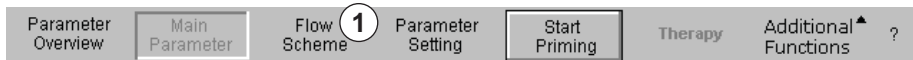

Рис. 3-23 Пункт *Flow Scheme* (Схема потока) в строке меню
1. Использовать вращающуюся кнопку для выбора пункта *Flow Scheme* (Схема потока; Рис. 3-23, ①) в строке меню и нажать кнопку *Ввод*.